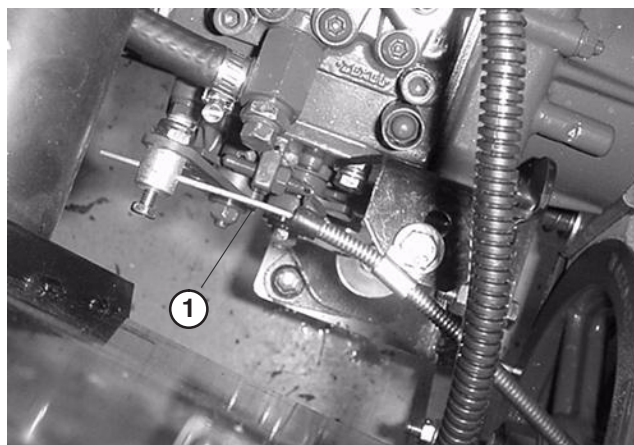

Figure 57
1. Réglez le câble d'accélérateur (Fig. 57) de sorte que le levier du régulateur sur le moteur touche les vis de réglage de bas et haut régime avant que la manette d'accélérateur ne touche la fente dans le tableau de bord.